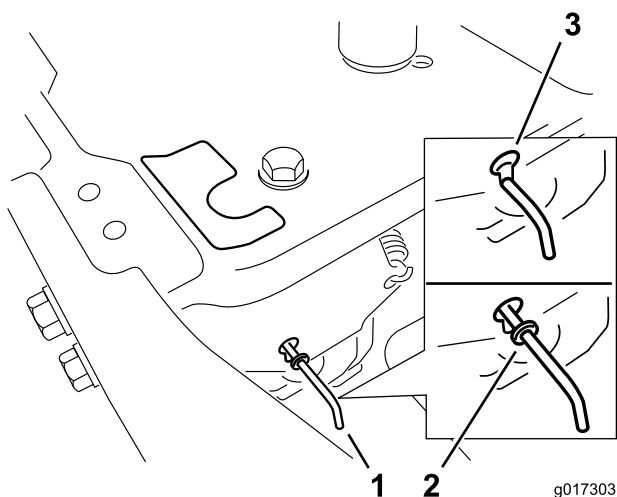

Figura 23
- Mueva las palancas de desvío hacia adelante a través del orificio y hacia abajo para bloquearlas en esa posición, según se muestra en Figura 23. Asegúrese de hacer lo mismo con cada palanca.
Mueva las palancas de desvío hacia atrás a través del orificio y hacia abajo para bloquearlas en esa posición, según se muestra en la Figura 23. Asegúrese de hacer lo mismo con cada palanca.